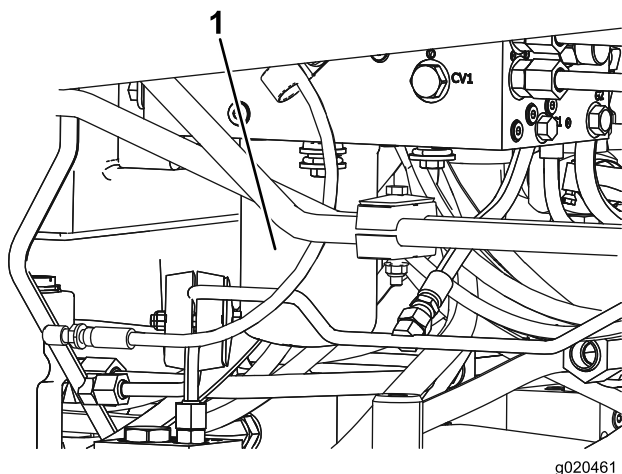

Figura 74
5. Repita o procedimento para o outro filtro (Figura 74).